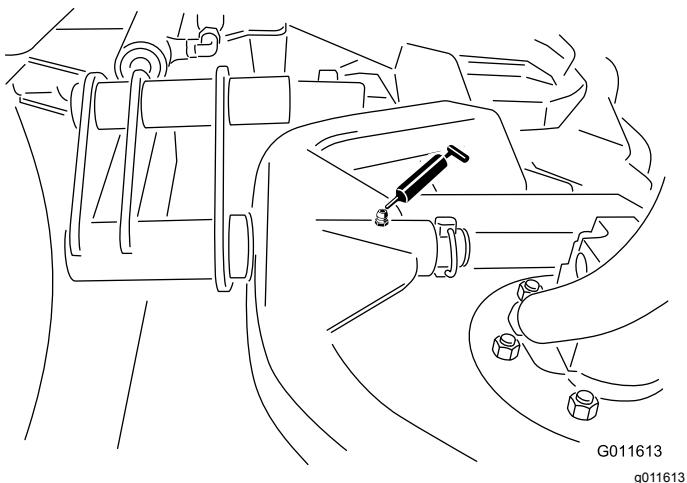

Bild 45
- Mähwerkträgerrahmen und Drehzapfen (1 Stück) (Bild 45)